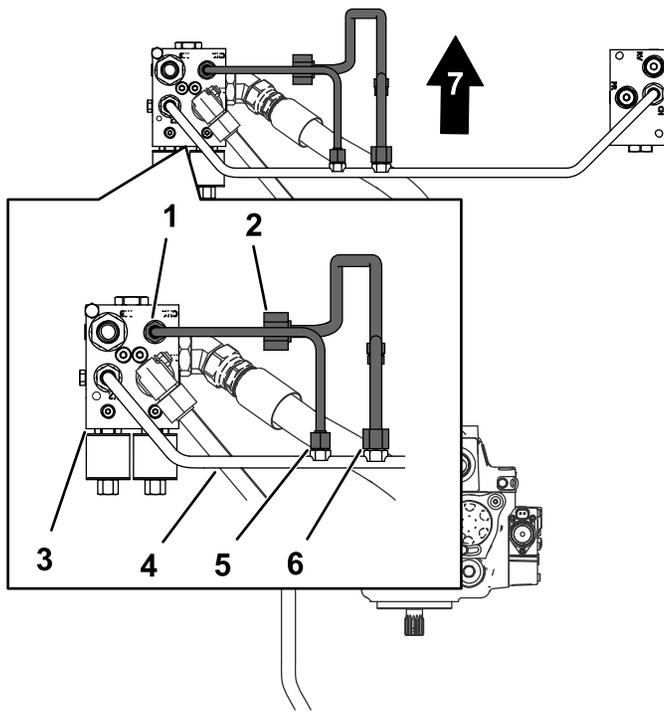

Figura 10
1. Prepare el tubo del filtro hidráulico que guardó en Retirada del tubo transversal \(página 4\). Alinee la tuerca del tubo del filtro hidráulico con el acoplamiento del tubo transversal, según se muestra en Figura 10.
- Alinee las tuercas del tubo del divisor con los acoplamientos del tubo transversal y del distribuidor del divisor de flujo (Figura 10).